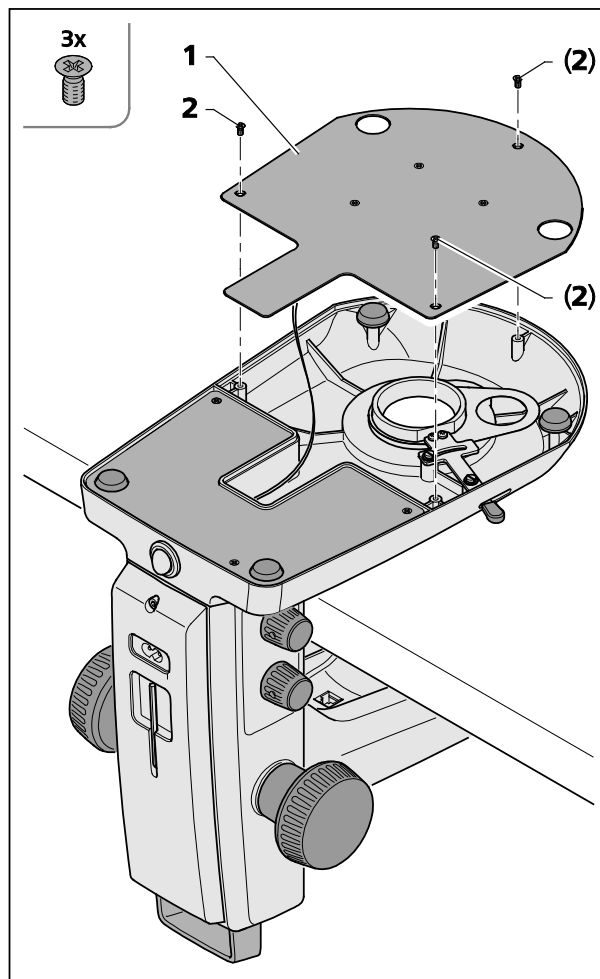

Fig. 22 Dépose de la plaque de fond du statif K EDU
Pour nettoyer à l'intérieur ou pour extraire des corps étrangers qui se seraient introduits dans le pied du statif, vous pouvez ouvrir la plaque de fond du statif (Fig. 22/1).
- Pour cela, dévissez les trois vis cruciformes (Fig. 22/2), soulevez avec précaution la plaque de fond (Fig. 22/1) et posez-la de côté.
- Veillez à ce que le cordon ne se détache pas de la plaque de fond (Fig. 22/1).